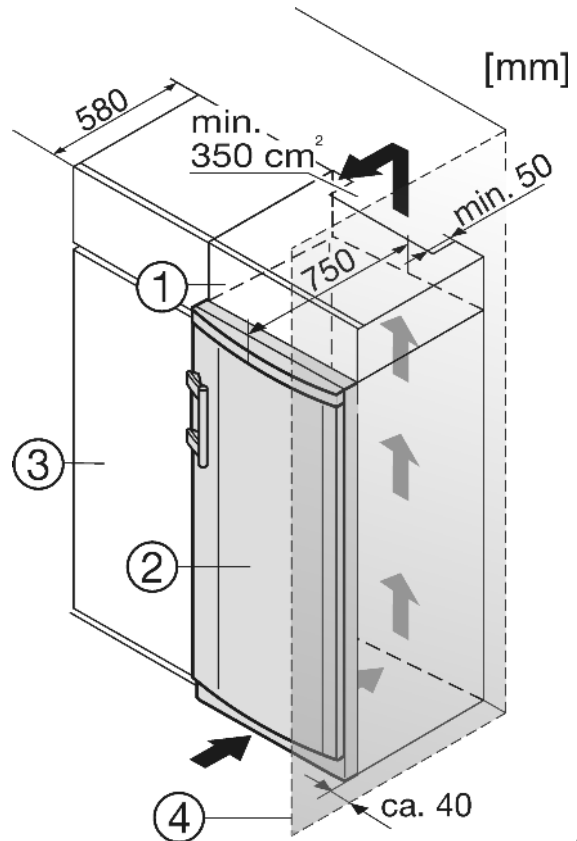

Fig. 8
- (1) Élément haut
- (2) Appareil
- (3) Placard de cuisine
- (4) Mur
L'appareil peut être entouré de meubles de cuisine. Pour adapter l'appareil Fig. 8 (2) à la hauteur des placards de la cuisine intégrée, on peut placer un élément haut Fig. 8 (1) au-dessus de l'appareil.
Si l'appareil est installé avec les charnières à côté d'un mur Fig. 8 (4), la distance entre l'appareil et le mur doit être de 40 mm min. Ceci correspond à la saillie de la poignée lorsque la porte est ouverte.